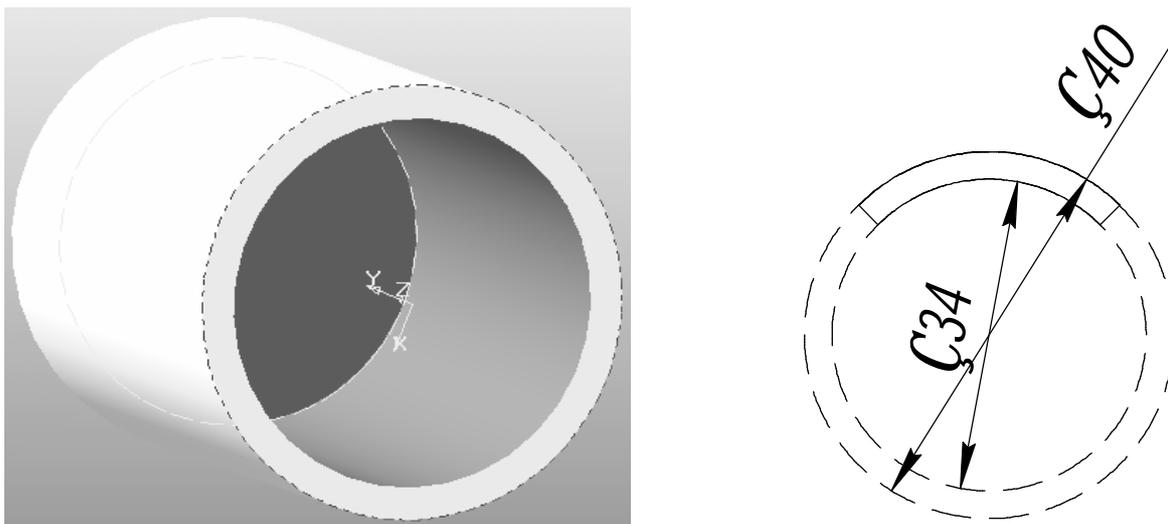

Рис. 29. Построение вспомогательных прямых
- 3.16. Спроецируйте внешнюю окружность на плоскость эскиза главное меню «Операции» à «Спроецировать объект» и подведите к внешней окружности (рис. 29. **пунктир**). Выполните построение вспомогательных прямых: горизонтальной